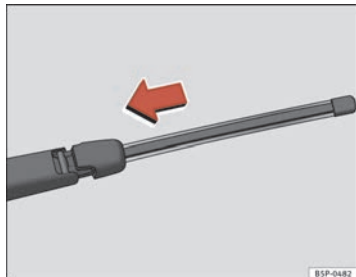

Abb. 171 Heckwischerblatt einsetzen
- Richten Sie das Wischerblatt wie in ⇒ Abb. 171 aus und verschieben Sie den Adapter, bis er einrastet.